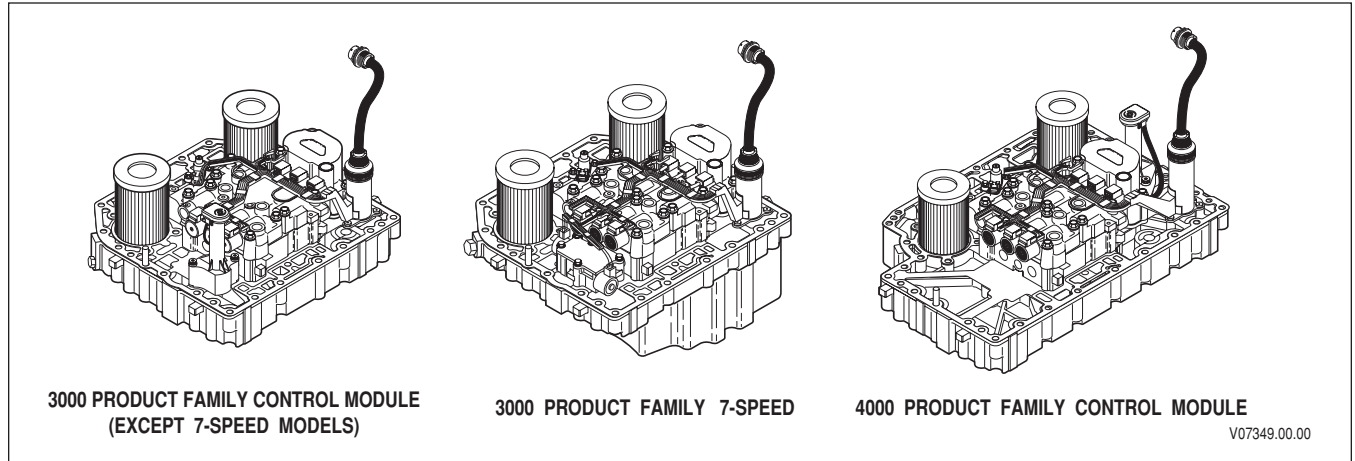

Figure 1-8. WTEC III Control Modules
**1-6. CONTROL MODULE (Figure 1-8)**